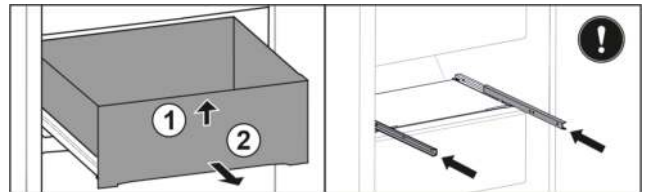

Fig. 34*
- Schubfach vorne anheben Fig. 34 (1).*
- Nach vorne entnehmen Fig. 34 (2).*